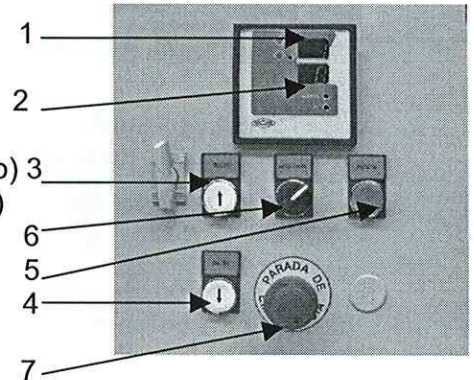

Fig.28 Cuadro de mandos
- Oprimir el botón de bajar (Fig.28, pos. 4) y llevar el montacargas de cremallera a tierra. Controlar que: